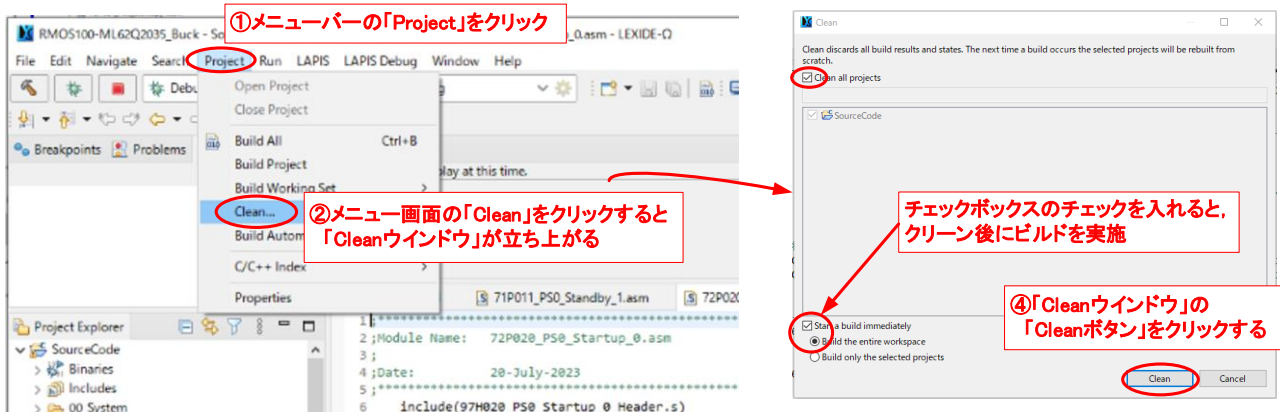

Figure 3-7. ビルド操作
「ビルド」は、LEXIDE-Ω上で作成したプログラムをバックコンバータ EVK 上のマイコンへ書き込むことが可能なデータに変換するための作業です。ビルドを行うには、Figure 3-7 に示した下記①～③の操作を行います。